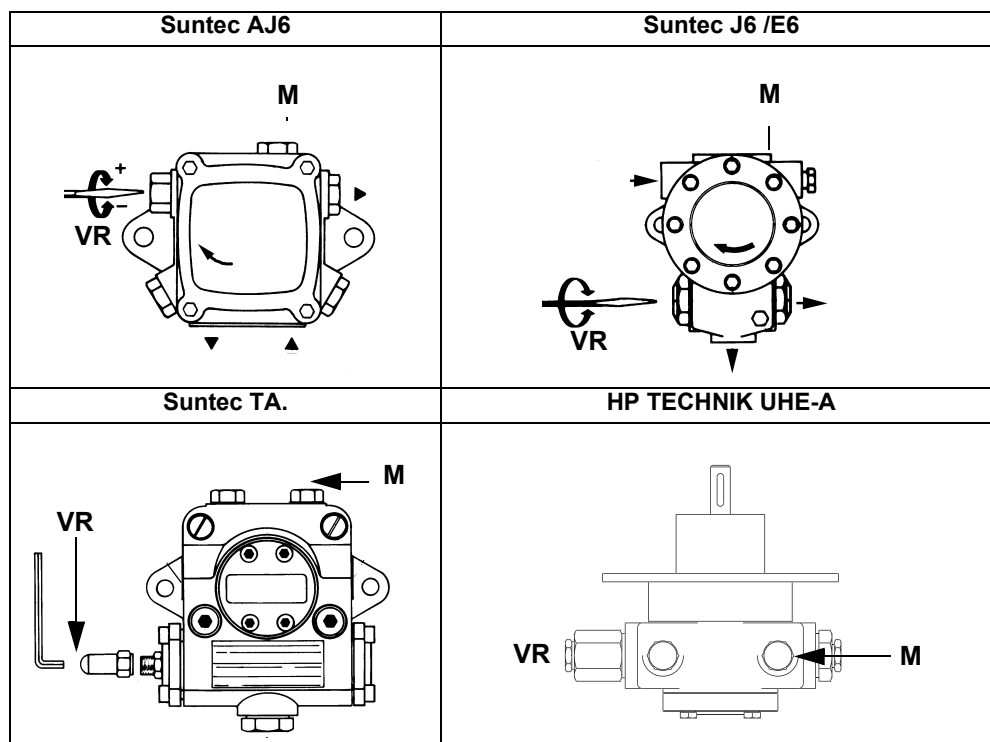

Fig. 8
- 2 sfiatare l'aria dall'attacco (M) manometro della pompa (Fig. 8), allentando leggermente il tappo, senza toglierlo; quindi rilasciare il contattore.